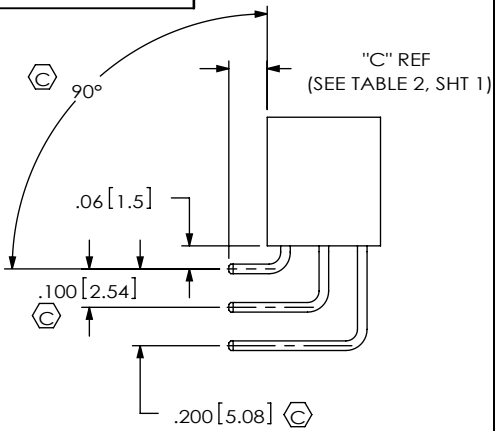

FIG 2
-RA: RIGHT ANGLE (SEE FIG 2, SHT 2) (N/A ON LEAD STYLE -01)
OTHERWISE SAME AS FIG 1, FIG 2)
OTHERWISE SAME AS FIG 2)